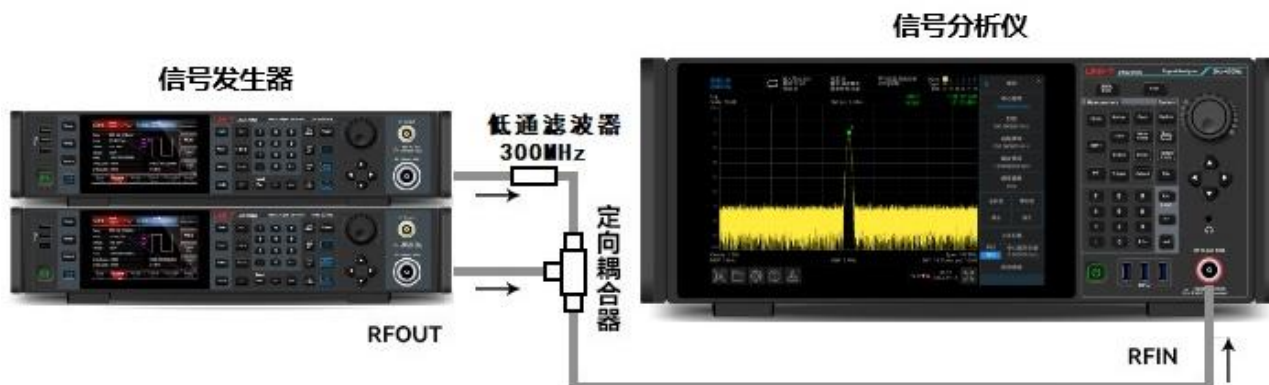

图 3-18: 三阶交调信号仪器设置
1. 按图 3-18 所示连接仪器，两个信号发生器分别通过低通滤波器连接定向耦合器的输入端，耦合器的输出即为一个互调失真很低的双音信号源，尽管此连接下的失真性能上要比信号分析仪的好，但用于测量信号源/信号分析仪组合的 TOI 仍然有用，当校验完信号源/信号分析仪组合的 TOI 性能后，待测仪器（DUT）（如放大器）将被插入到定向耦合器的输出和信号分析仪的输入之间。